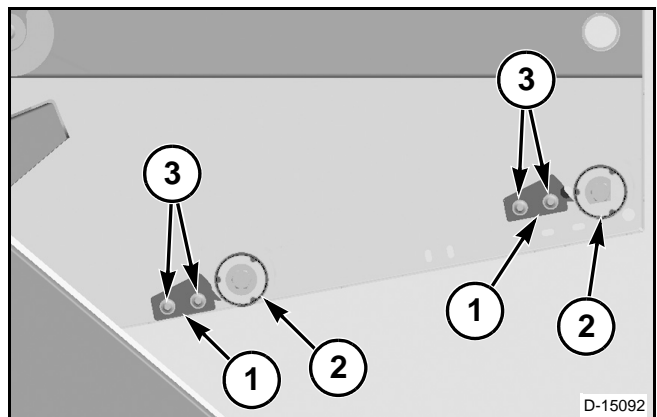

FIG. 79
FIG. 79: Compruebe la separación entre el raspador (1) y el rodillo de engranajes (2). Tiene que haber una separación de 1,5 a 3 mm (0,059 a 0,118 pulg). Si la separación no es correcta, afloje los pernos de ajuste (3) para graduarla. Ajuste los pernos de ajuste.